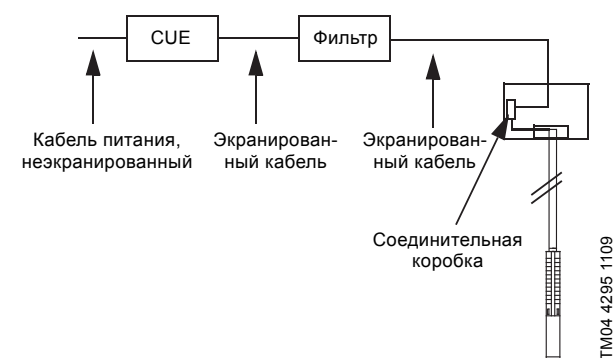

Рис. 23 Пример монтажа, когда CUE и фильтр установлены в зоне отсутствия требований к ЭМС излучению
- установка на площадках, когда CUE и фильтр установлены в зоне отсутствия требований к ЭМС излучению. См. рис. 23.